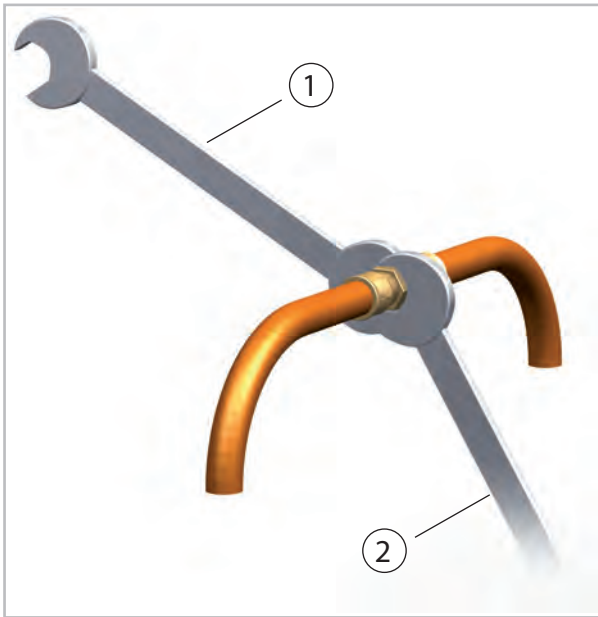

Abb. 34: Verschraubungen anziehen
11. ➤ Befestigen Sie nun endgültig die Verschraubungen mit 2 Maulschlüsseln geeigneter Schlüsselweite. Halten Sie während des Schraubens auf jeden Fall mit einem Maulschlüssel gegen (Abb. 34).